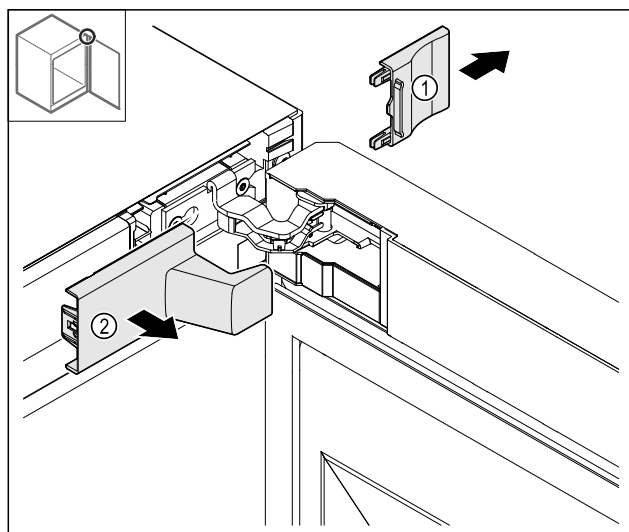

Fig. 15
► 移除盖板 Fig. 15 (1)和 Fig. 15 (2)。